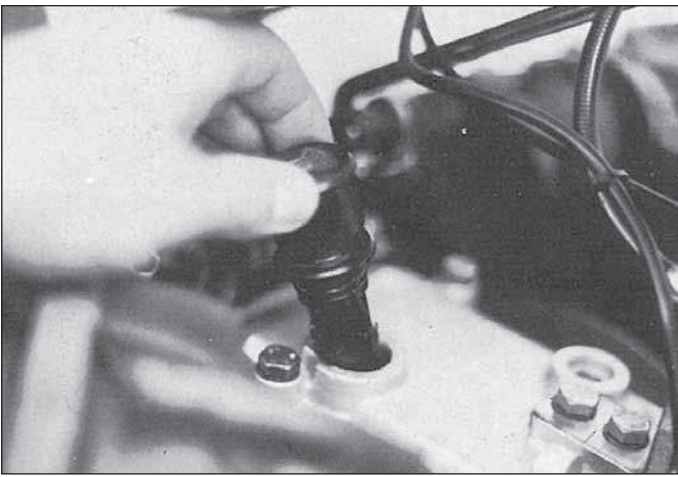
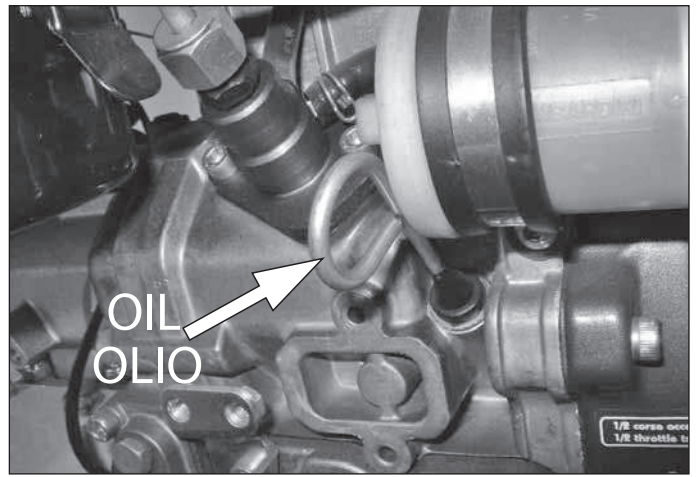

Fig. 4
Fig. 5
- nivelul de ulei in interiorul motorului (fig. 5 si 6) si al cutie de viteze; joja se afla pe carcasa superioara (fig. 4); nivelul de ulei trebuie sa fie intre cele doua marcate.
Verificati nivelul de ulei dupa fiecare 50 de ore de functionare, indepartind capacul (fig. 4) si verificind cu masina in pozitie orizontala ca nivelul uleiului este intre cele doua marcaje de pe joja. Daca este necesar adaugati ulei